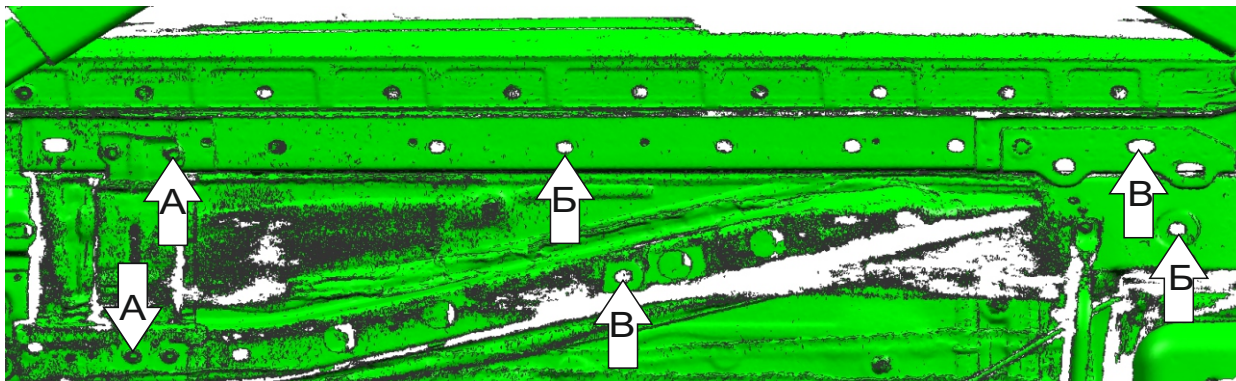

Рис. 1
1. Выкрутить штатные болты «А». Извлечь заглушки в средней и задней частях порога. Вложить закладные M8x70/20 «Б»(зафиксировав их положение разогнув усики) и закладные M10x100/20 «В».(Рис. 1)